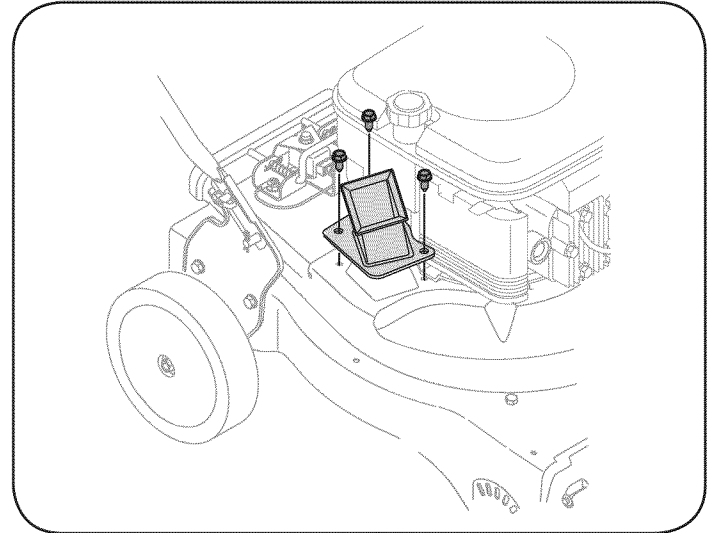

Figura 23
3. Ajuste los tres tornillos de cabeza hexagonal que sostienen el canal de la cortadora a la caja superior. Vea la figura 23.